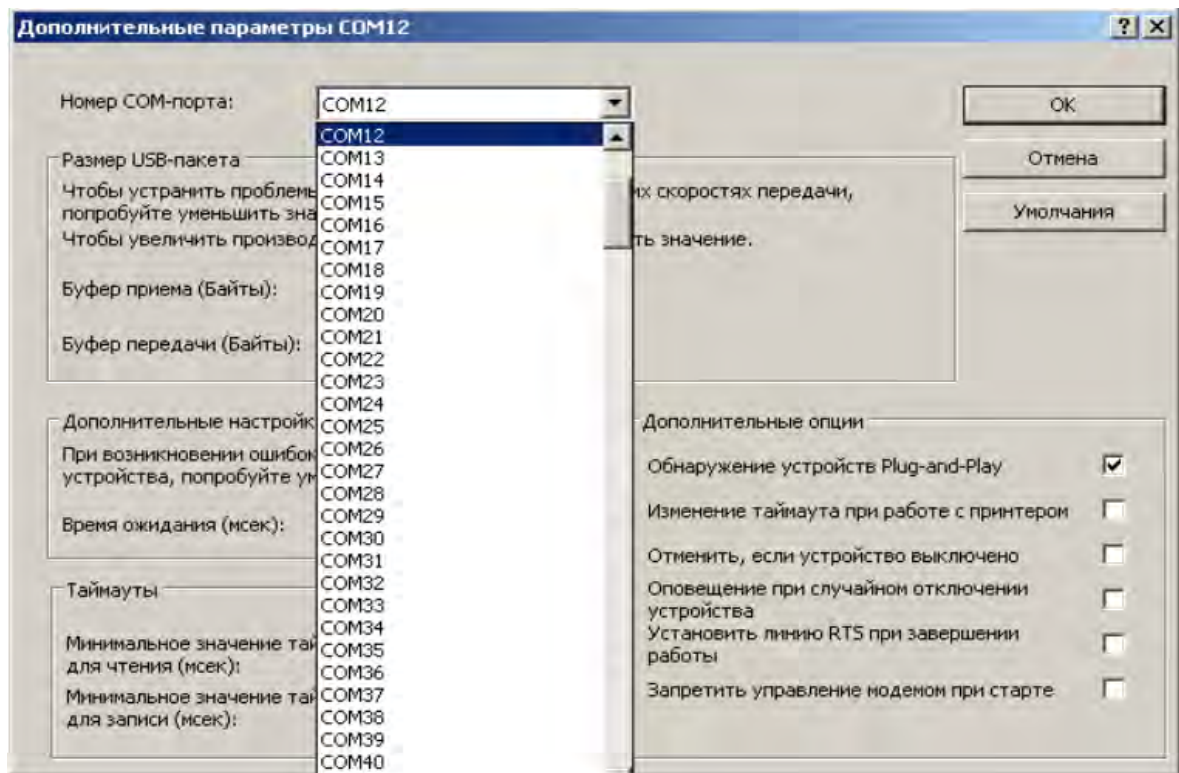

Рисунок 7 – Окно дополнительных параметров
- б) в поле **Номер COM-порта** окна дополнительных параметров выбрать необходимый номер COM-порта и нажать кнопку **ОК** (рисунок 7).